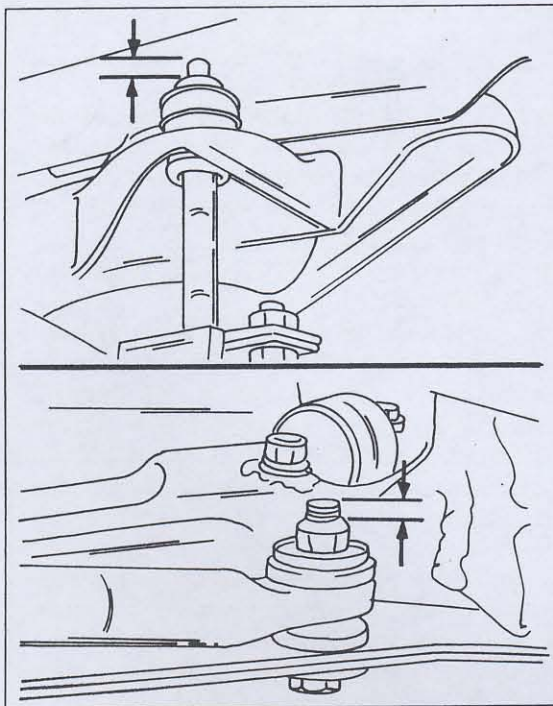

Bild 265
- Beim Einbau des Verbindungsgestänges eines 4DW-Fahrzeuges die Teile entsprechend dem Montagebild montieren. Gummibüchse, Scheibe und Mutter über den Querträger anbringen und die Mutter anziehen, bis das Ende des Gewindes zwischen 4,5 - 6,5 mm heraussteht. Die Messung entsprechend Bild 265 in der oberen Ansicht durchführen.
sung bei der anderen Ausführung. Die selbstsichernde Mutter (immer erneuern) an der Oberseite des Kurvenstabilisatorendes anziehen, bis das Gewinde an der in Bild 265 gezeigten Stelle bei einem Fahrzeug mit Zweiradantrieb 10 - 12 mm oder bei einem 4WD 8 - 10 mm heraussteht. Die Schrauben der Montageschellen werden mit 9 - 14 Nm angezogen.